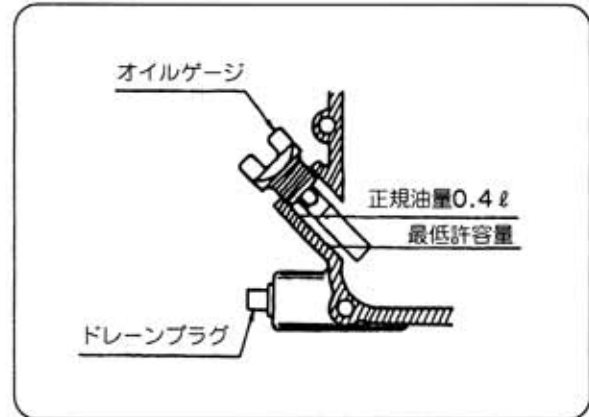

図27
#### 1) エンジンオイル(図27)
- ① エンジンプラグ室の給油口を取外す。
- ② ドレンプラグを外して、汚れたオイルを流し出します。(図27)
- ③ 給油は、給油口より検油ゲージの規定量まで入れてください。(図27)